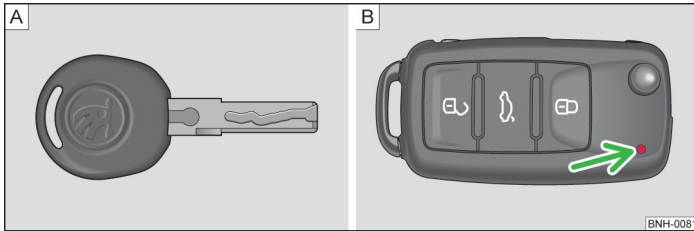
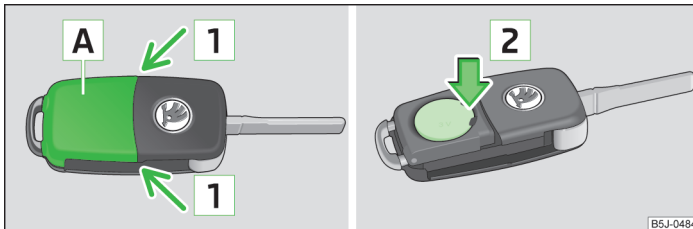

Abb. 8 Schlüssel ohne Fernbedienung / Schlüssel mit Fernbedienung (Funkschlüssel)
Abb. 9 Funkschlüssel: Deckel abnehmen / Batterie herausnehmen
Mit dem Fahrzeug werden zwei Schlüssel ausgeliefert. Je nach Ausstattung kann Ihr Fahrzeug mit Schlüsseln ohne Funkfernbedienung » Abb. 8 - A) oder mit Funkfernbedienung » Abb. 8 - B) ausgestattet sein.
Jeder Funkschlüssel enthält eine Batterie, die unter dem Deckel **A** untergebracht ist » Abb. 9. Wenn die Batterie entladen ist, blinkt nach dem Drücken einer Taste auf dem Funkschlüssel die rote Kontrollleuchte » Abb. 8 auf Seite 26 - **B** nicht. Wir empfehlen Ihnen, die Schlüsselbatterie von einem Fachbetrieb wechseln zu lassen. Falls Sie jedoch die entladene Batterie selbst wechseln möchten, gehen Sie wie folgt vor.
- › Die Batterieabdeckung mit dem Daumen oder mit einem flachen Schraubendreher im Bereich der Pfeile **1** abdrücken » Abb. 9.